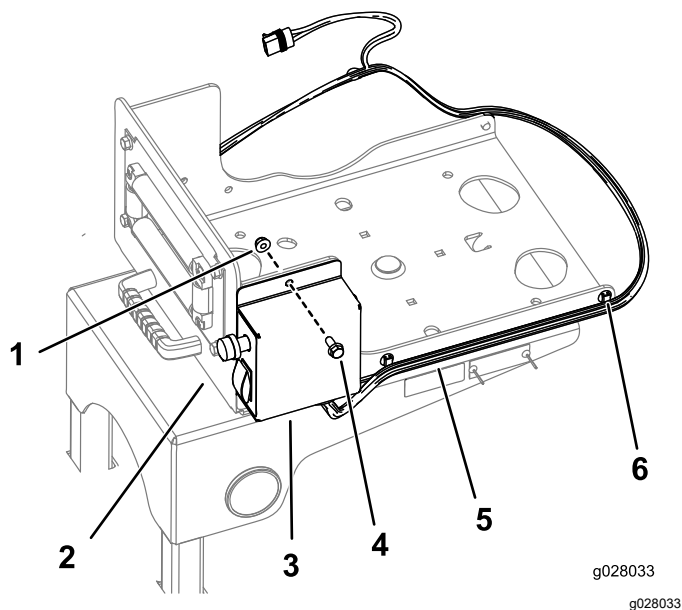

Figura 21
3. Monte la caja de interruptores en el soporte giratorio con 2 pernos ($5/16''-18 \times 1/4''$) y 2 tuercas con arandela prensada ($5/16''-18$), como se muestra en la Figura 21.
4. Sujete el arnés de cables al lateral del soporte giratorio usando los clips existentes (Figura 21).